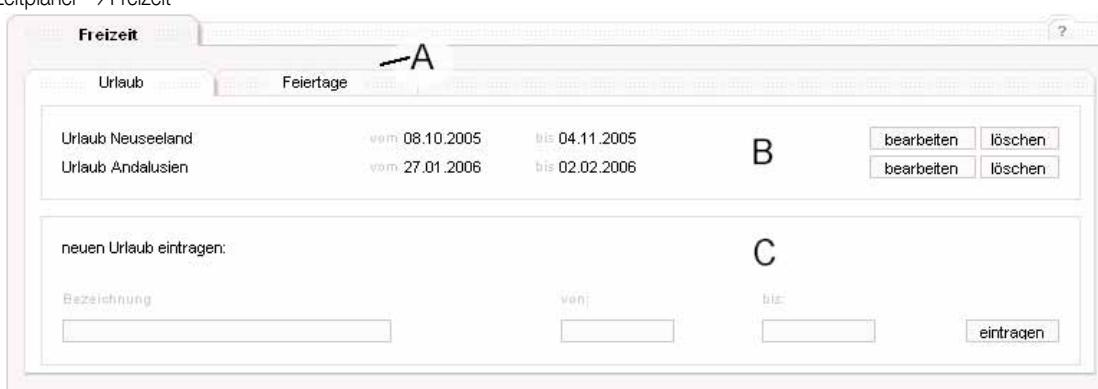

Bild 54: Ansicht 'Urlaub' in der Anwendung Zeitplaner
- Ansicht 'Urlaub' (Bild 54)
Die Ansicht unterteilt sich in den Listenbereich bereits angelegter Urlaube (Bild 54 B) und den Erstell- und Bearbeitungsbereich eines Urlaubszeitraums (Bild 54 C).